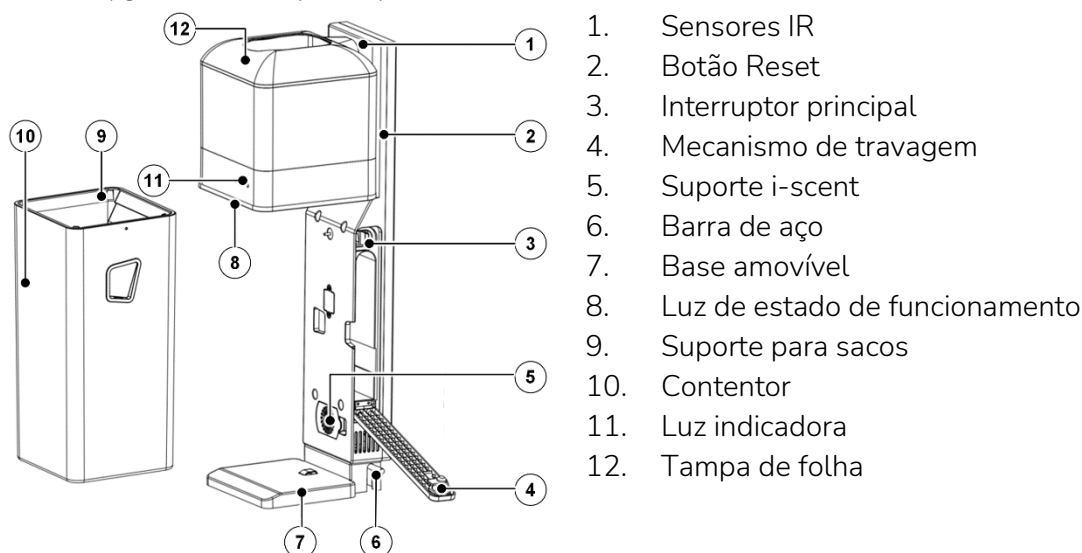

Figura 3
- A parte inferior, o contentor, ver Figura 3.